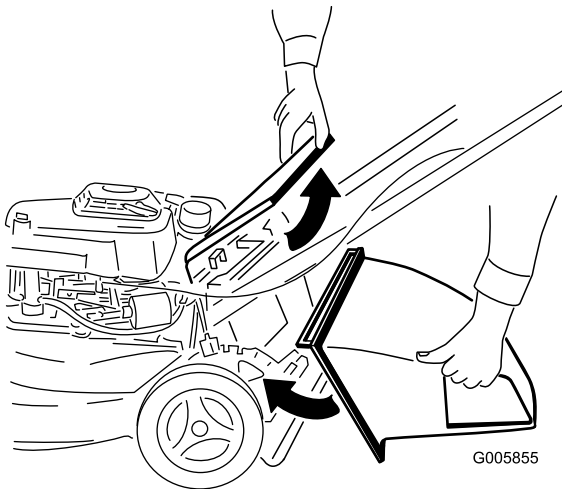

Bild 1
2. Heben Sie die hintere Tür an und halten Sie sie hoch (Bild 1).
3. Setzen Sie den Seitenauswurfkanal ein (Bild 1).